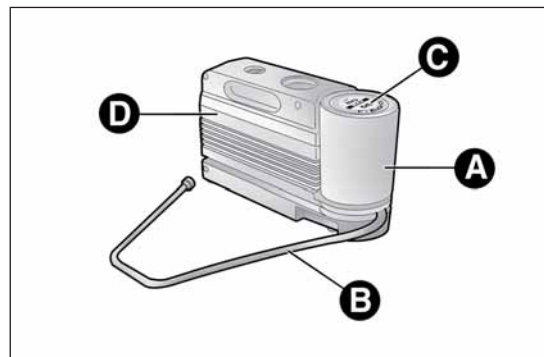

fig. 126
- una bomboletta fig. 126 contenente il liquido sigillante, dotata di: tubo di riempimento B e bollino adesivo C recante la scritta "max. 80 km/h", da mettere in posizione ben visibile (es. sulla plancia portastrumenti) dopo la riparazione pneumatico;